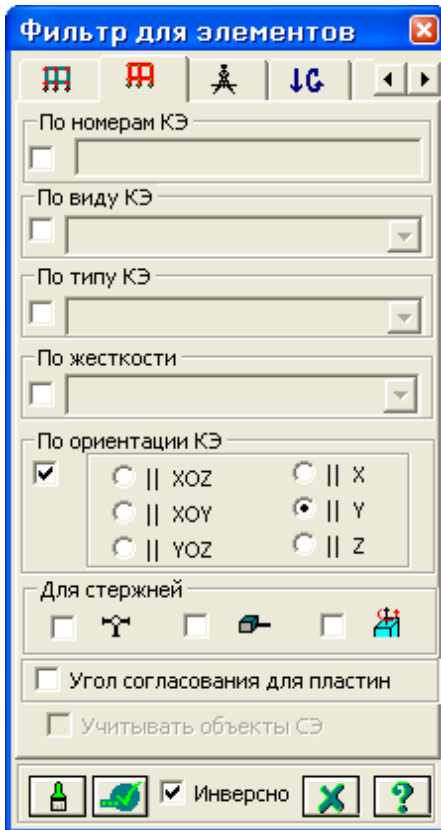

Рис.12.4. Диалоговое окно **Фильтр для элементов**
- С помощью меню **Выбор** ⇒ **ПолиФильтр** (кнопка  на панели инструментов) вызовите диалоговое окно **ПолиФильтр** (рис.12.4).